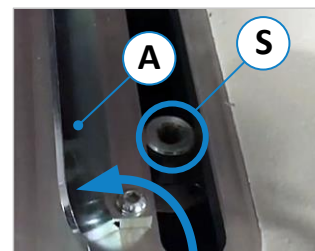

Figure 61 : vis de serrage
- **Type 216** → Mettre en place les deux leviers de serrage (3) et (6) et les serrer pour fixer la butée.
- **Type 204** → Monter les vis de serrage (⇒ Figure 61) et serrer les leviers de serrage rapide (3) et (6) pour les fixer.
- Déblocage des leviers de serrage rapide (3) et (6). Ne les enlevez pas !
- Rabattre vers le haut les deux caches (A) à gauche et à droite de la butée (voir ⇒ Figure 61).
- Dévisser ensuite complètement les deux vis de serrage (S).